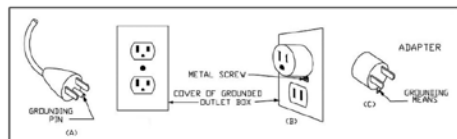

Figure 65.1
- Ce ventilateur chauffant doit être alimenté par un courant de 120 V. Le cordon est doté d'une fiche comme celle illustrée par A à la figure 65.1. Un adaptateur, comme celui illustré par C, permet de brancher une fiche à trois lames avec contact de terre dans une prise à deux trous. La patte verte de mise à la terre qui sort de l'adaptateur doit être reliée à un dispositif de mise à la terre permanent, tel le couvercle d'une boîte de sortie correctement mise à la terre. Ne pas utiliser un adaptateur s'il est possible d'utiliser une prise à trois trous mise à la terre.